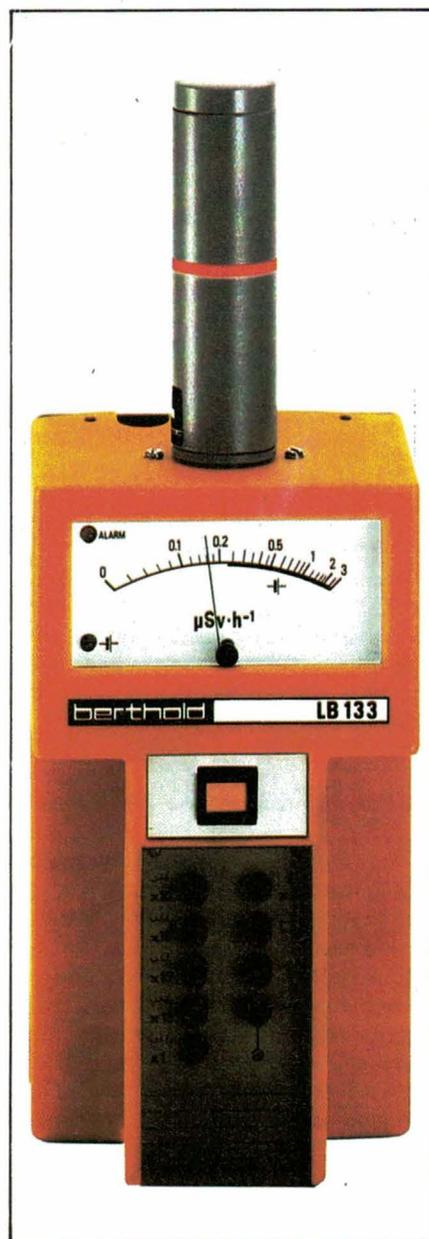

Fig. 25. - Appareil portable de mesure des débits de dose LB 133 de Berthold.
Ce type de compteur est très utilisé dans la recherche de la contamination α , β et γ , c'est-à-dire en radioprotection. La société *Berthold* commercialise toute une gamme de matériels (fig. 24) dont certains modèles sont étalonnés en Sievert (fig. 25). Rappelons à ce propos que les grandeurs et les unités utilisées en dosimétrie permettent d'évaluer quantitativement les effets physiques (ionisation, cession d'énergie) qui se produisent dans un milieu exposé à un rayonnement mais ne peuvent, en aucun cas, rendre compte des effets biologiques engendrés dans les tissus vivants soumis à une irradiation. Ces effets biologiques varient généralement avec la nature du rayonnement et des conditions d'irradiation (intensité, durée). Dès lors, pour obtenir une évaluation quantitative des effets biologiques, il est nécessaire de multiplier la dose absorbée par des facteurs de pondération qui tiennent compte des conditions d'exposition. On est ainsi conduit à définir une nouvelle grandeur appelée *Equivalent de dose* (ED) qui est le produit de la dose absorbée par les divers facteurs de pondération.